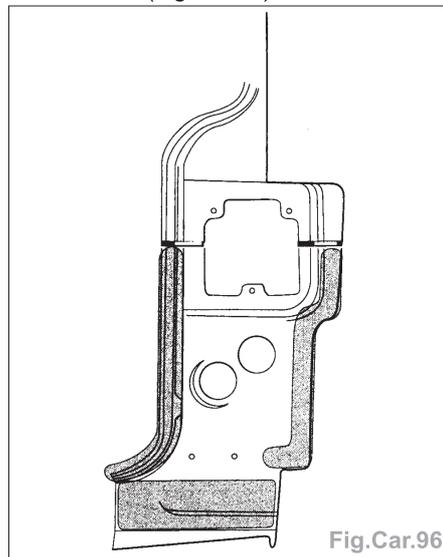

Fig.Car.96
- Dégraffer l'accostage d'origine dans la zone inférieure à l'aide d'une fraiseuse de points de soudure ou d'une ponceuse horizontale (Fig.Car.96).